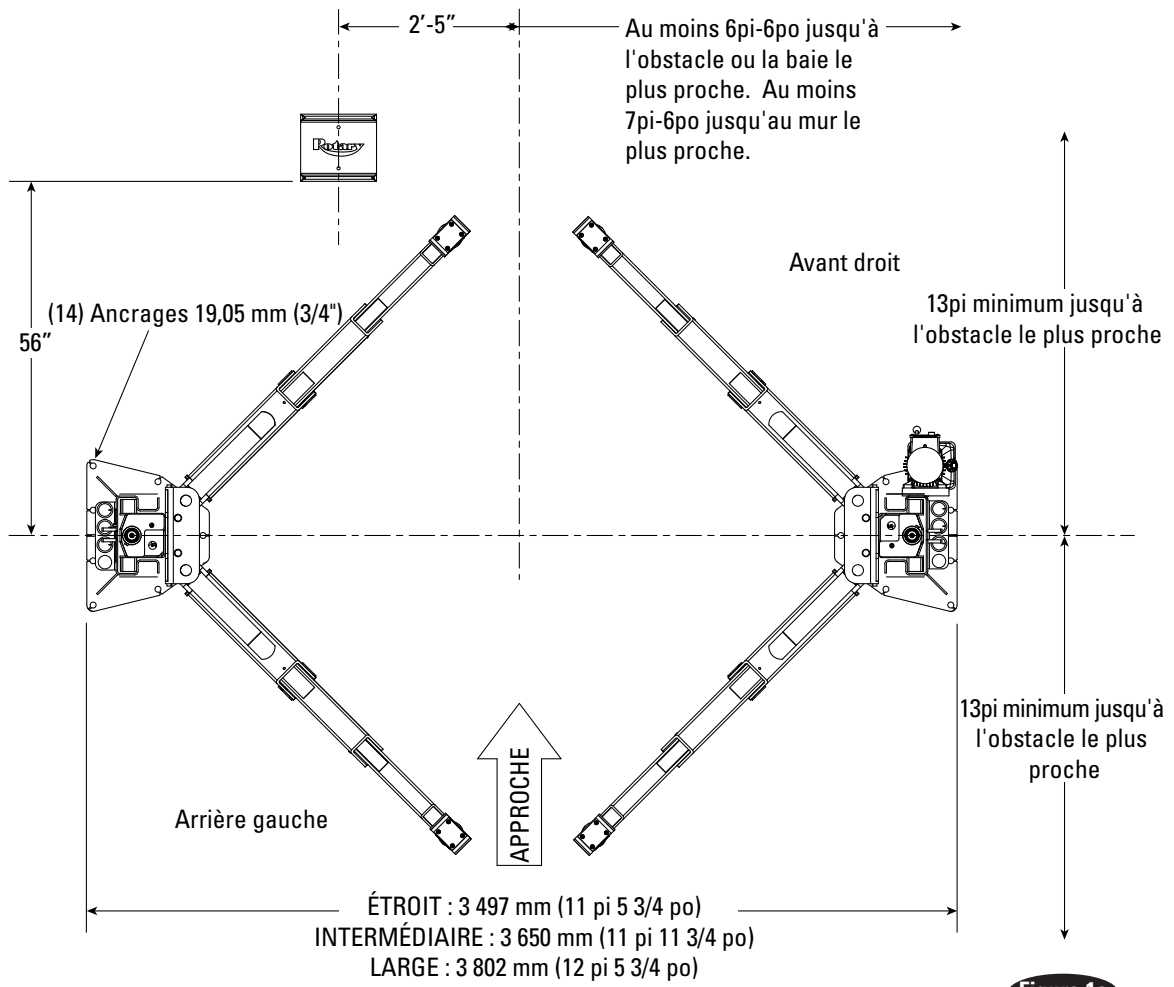

Figure 1a
1. Emplacement du pont élévateur : Utilisez des plans d'architectes disponibles afin de localiser le pont élévateur. La figure 1a montre les dimensions d'une plateforme typique.
4. Réglage du pont élévateur : Positionnez les colonnes dans la baie en utilisant les dimensions illustrées à la Figure 1a. Placez la colonne avec le support de montage de l'unité motrice du côté passager du véhicule du pont élévateur. Les deux côtés arrière de la plaque de base des colonnes doivent être d'équerre sur la ligne centrale du pont élévateur. Des encoches sont découpées dans chaque plaque de base pour indiquer la ligne centrale du pont élévateur.